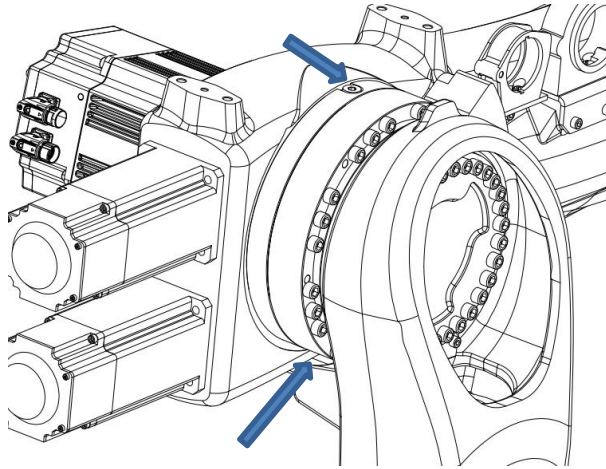

图6-5：机器人A3轴加/排油螺塞位置示意图
- (1) 将小臂调整至平行于地面状态。
- (2) 将收集容器放在图6-5所示下端螺塞下方，旋出磁性螺塞。